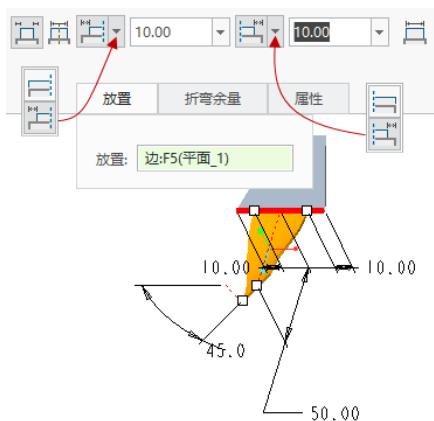

图 1-149 利用距连接边的偏移值计算壁宽度
- 当选中 (利用距连接边的偏移尺寸计算壁宽度) 按钮时, 通过选择连接边两侧的修剪选项(, , , ) 来确定壁的起始宽度, 其中选择/时, 还需要在相应框中输入值(或在图形窗口中拖动控制滑块)以将壁端部从链端点处修剪或延伸指定的长度值, 如图 1-149 所示。